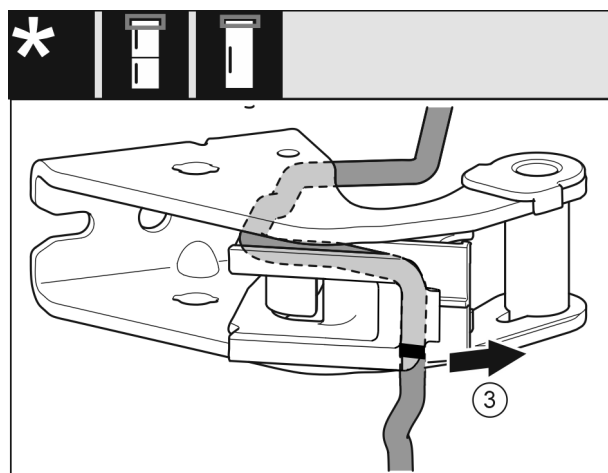

Fig. 18
- ▶ Demontați cablul cu suportul de cablu de pe consola de lagăr. Fig. 18 (3)